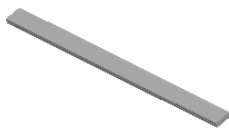
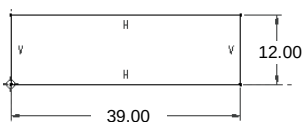

图 4.5.2 拉伸特征 1
图 4.5.3 截面图形
Step2. 创建图 4.5.2 所示的拉伸特征 1。在操控板中单击“拉伸”按钮 。选取 FRONT 基准平面为草绘平面，选取 RIGHT 基准平面为参考平面，方向为 ；绘制图 4.5.3 所示的截面草图，深度类型为 ，深度值为 600.0。单击  按钮，完成拉伸特征 1 的创建。